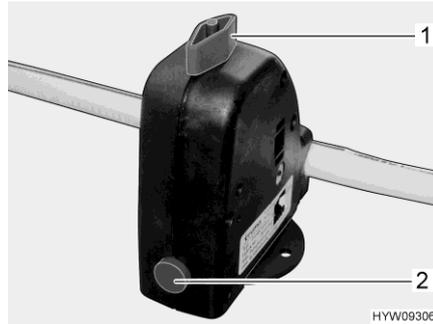

Bild 221 Sicherheits-/Ablassventil
Der Boiler ist mit einem Sicherheits-/Ablassventil (Bild 221) ausgestattet. Das Sicherheits-/Ablassventil verhindert, dass das Wasser im Boiler einfriert, wenn bei Frost die Heizung nicht eingeschaltet ist.
- Sicherheits-/Ablassventil schließen. Dazu den Drehknopf (Bild 221,1) quer zum Sicherheits-/Ablassventil drehen und den Druckknopf (Bild 221,2) hineindrücken.
- Sicherheits-/Ablassventil öffnen. Dazu den Drehknopf (Bild 221,1) längs zum Sicherheits-/Ablassventil drehen. Der Druckknopf (Bild 221,2) springt heraus. Der Boiler wird über das Sicherheits-/Ablassventil nach außen entleert.